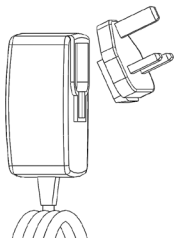

Fig. 1 - Adaptador de CA
**Adaptador de CA** .....(Véase la fig. 1 - Adaptador de CA)